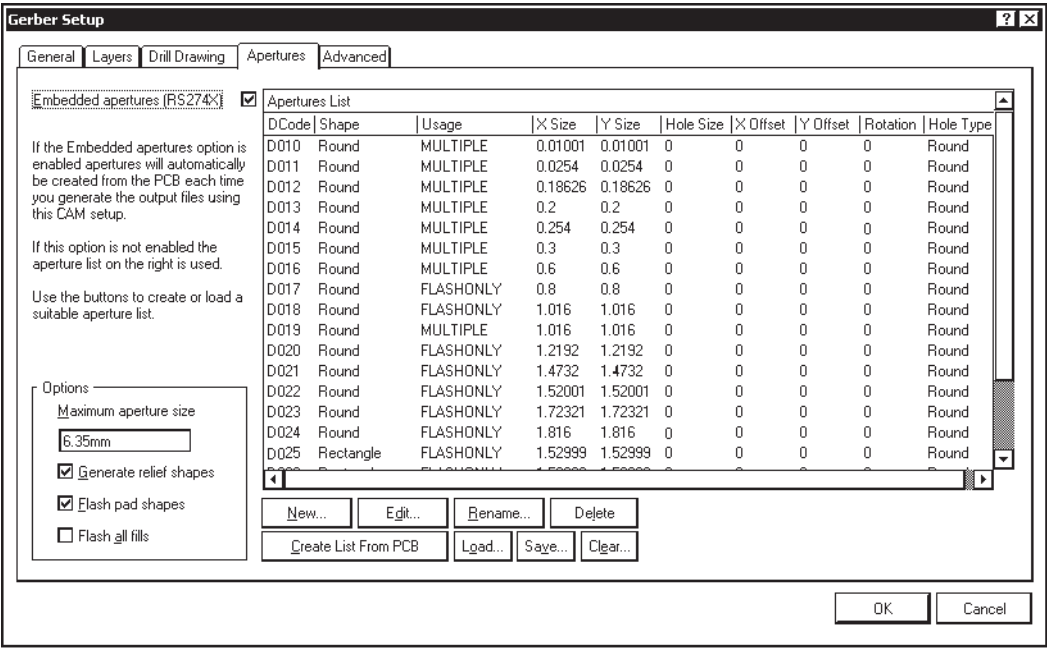

Рис. 10.12. Настройка параметров экспорта в формат фотоплоттера Gerber: панель редактирования апертур
- на вкладке **Apertures** (рис. 10.12) установить (или нет) флажок **Embedded apertures (RS274X)**. Если флажок установлен, это означает, что выходные данные будут формироваться в формате RS274X, т. е. команды синтеза апертур станут генерироваться и встраиваться в файл выходных данных. В противном случае с помощью кнопок управления, расположенных в правой части диалогового окна, следует сформировать или загрузить извне готовую таблицу апертур. Для формирования таблицы апертур из параметров печатного рисунка проектируемой платы следует воспользоваться кнопкой **Create List From PCB**;